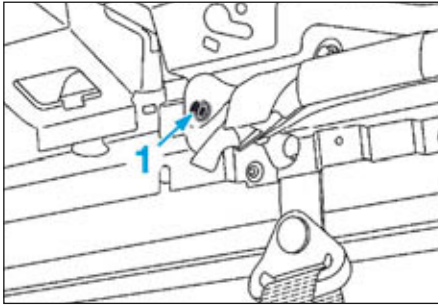
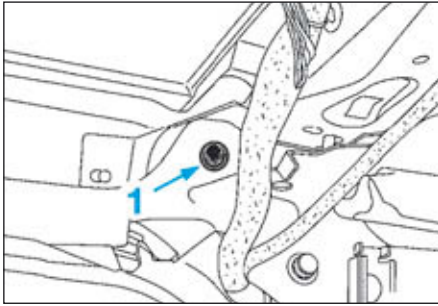

FIG. 10
FIG. 11
- Déposer les vis (1) aux extrémités de l'airbag latéral rideau (Fig.10) et (Fig.11).